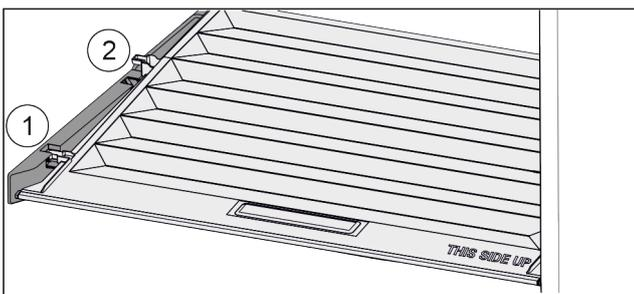

Fig. 56
- ▶ Tirare in avanti il coperchio fino all'apertura nei fermi Fig. 56 (1).
- ▶ Sollevare posteriormente dal basso e togliere verso l'alto Fig. 56 (2).